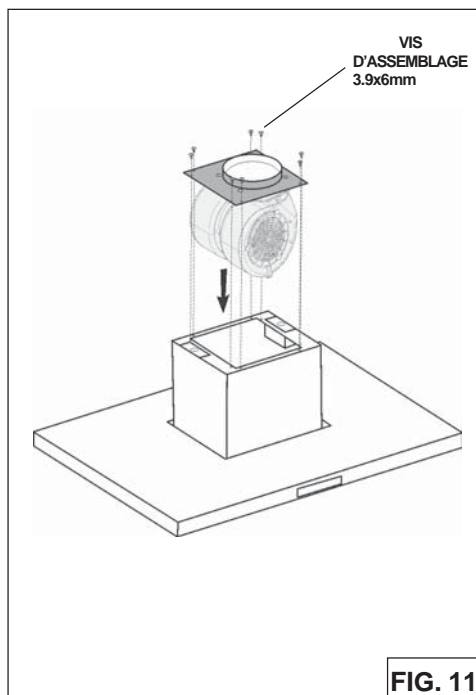

FIG. 11
4. Installer l'ensemble ventilateur au moyens de (8) vis 3.9x6mm (Fig.11).